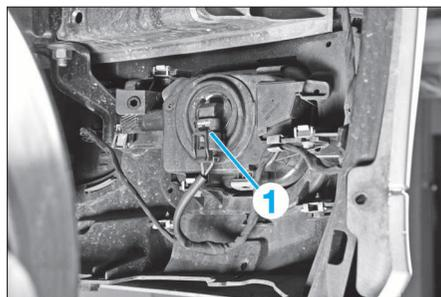

FIG. 1
- Débrancher les connecteurs des feux de brouillard AV (1) (Fig.1).